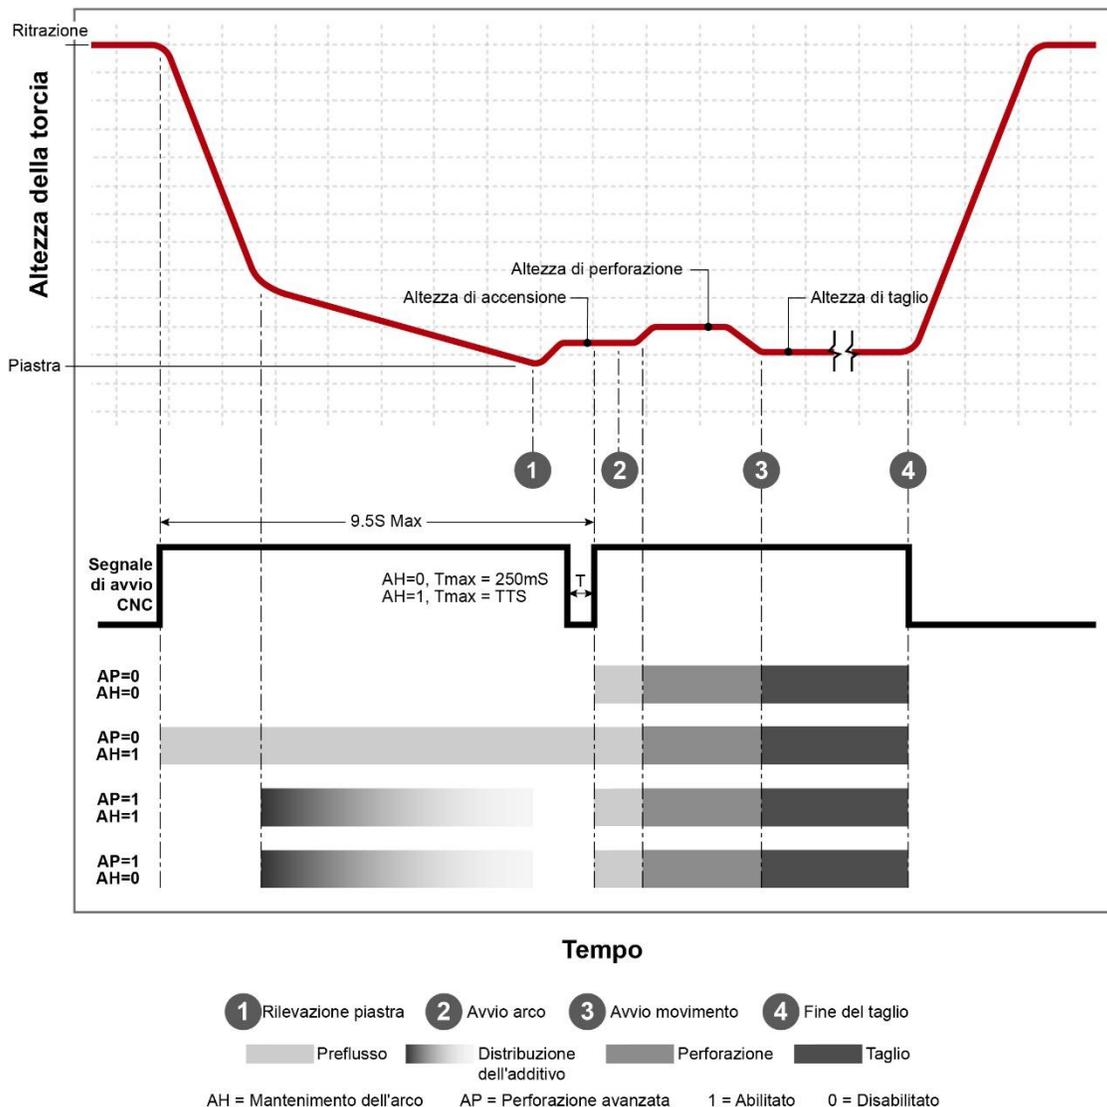

Figura 4: Diagramma dei tempi DES
- Quando si seleziona la protezione H2O, la funzione di Mantenimento arco sarà sovrascritta e diventerà inattiva. Il requisito di avvio DES continua comunque ad essere necessario. L'avvio del plasma sarà innescato sul secondo fronte di salita – fare riferimento alla temporizzazione AP=0, AH=0 in Figura 4.